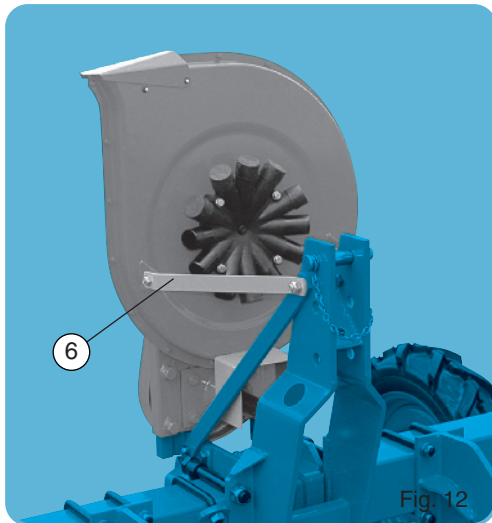

Fig. 12
Après avoir mis la turbine en place, ne pas oublier les pattes renfort prévues pour éviter les vibrations. Ces pattes se montent suivant ⑥ fig. 12 pour attelage normal et ⑦ fig. 13 pour attelage avancé.
After mounting the turbofan, do not forget the support straps which are to eliminate vibrations. These straps mount as shown ⑥ fig. 12 for standard hitches and ⑦ fig. 13 for advanced hitches.
После монтажа турбоventилиатора не забудьте установить опорные пластины, снимающие вибрацию. Данные пластины устанавливаются, как показано на рис. 12 для стандартных навесок ⑥ или на рис. 13 для улучшенных двоянных рам с навесным устройством ⑦.